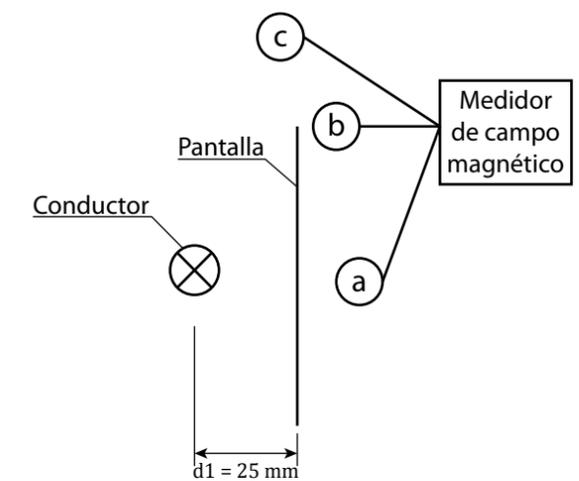

Figura 11. Efecto de borde.
c) 23,4 μT en aire, sin pantalla magnética (figura 11).